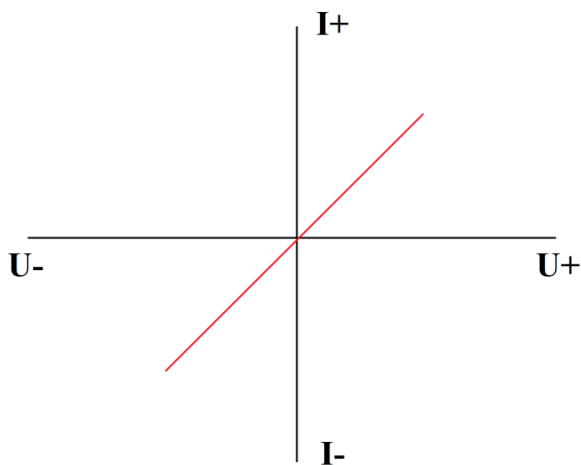

Рисунок 7. Внешний вид графика ВАХ резистора.
- ВАХ резистора выглядит как наклонная линия в направлении справа налево (Рисунок 7).